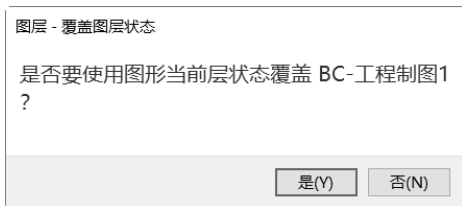

图 6-34 询问是否覆盖选定的图层状态
- 5 单击“图层状态管理器”对话框的“更新”按钮。已存有图层状态时，AutoCAD 会弹出图 6-34 所示的询问对话框，从中单击“是”按钮。